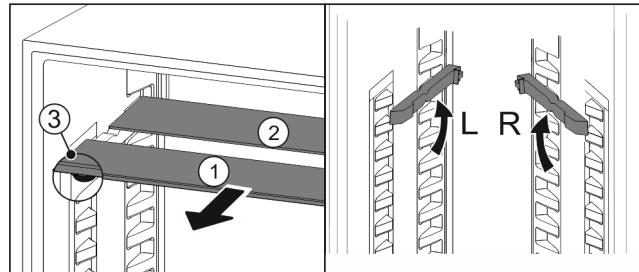

Fig. 127
- ▶ Vytiahnite sklené dosky jednotlivo dopredu Fig. 127 (1).
- ▶ Sklená doska Fig. 127 (1) s ozdobnou lištou leží vpred.
- ▶ Zarážky Fig. 127 (3) ukazujú nadol.